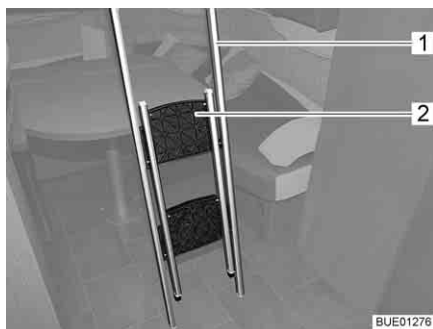
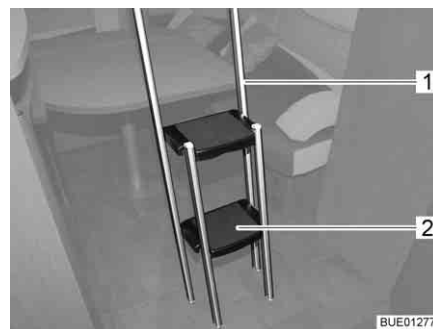

Fig. 107 Échelle de montée, repliée
Fig. 108 Échelle de montée, dépliée
- Accrocher l'échelle de montée (Fig. 106,5 ou Fig. 107,1) à la barre-poignée (Fig. 106,3) du lit escamotable à l'aide des deux étriers (Fig. 106,4).
- Saisir la partie repliée (Fig. 107,2) de l'échelle de montée par le bord supérieure et la déplier jusqu'à ce que les quatre pieds reposent bien sur le sol (Fig. 108).
- Replier les marchepieds (Fig. 108,2).
- Décrocher l'échelle de montée (Fig. 108,1) de sur la barre-poignée du lit escamotable.